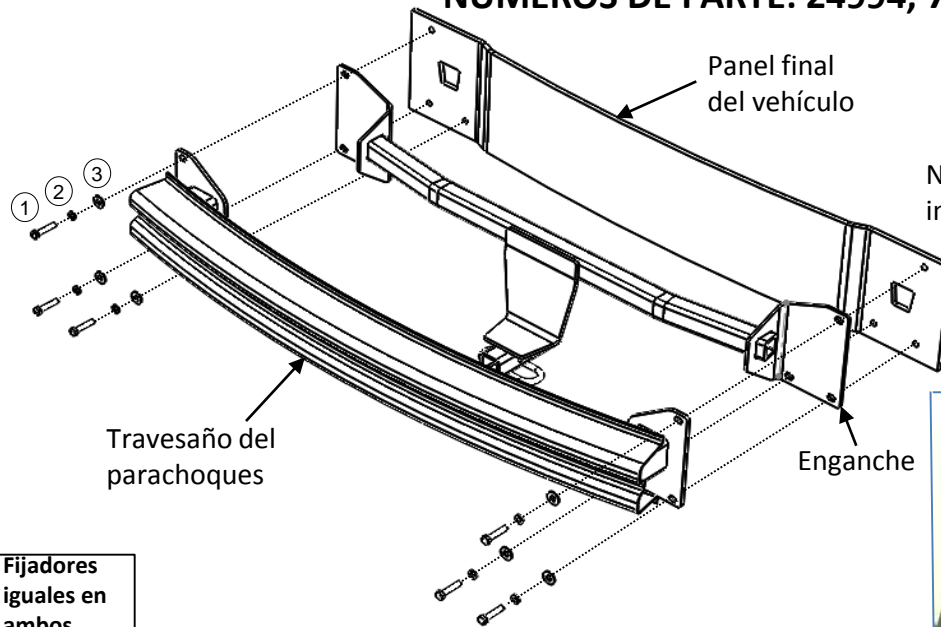

Figura 1
- 2. Retirar las luces traseras:** Con una broca Torx T25, retirar (2) tornillos detrás del panel, en ambos lados. Retirar las luces traseras tirando suavemente hacia atrás y soltando el arnés de cableado.
- 3. Aflojar el revestimiento del alojamiento de la rueda:** Con una broca Torx T25, quitar (1) tornillo vertical de la parte inferior del revestimiento del alojamiento de la rueda, (3) tornillos horizontales del lado del revestimiento del alojamiento de la rueda y (1) tornillo vertical en el borde superior detrás del revestimiento del alojamiento de la rueda, en ambos lados.
- 4. Aflojar la fascia inferior:** Con una broca Torx T15, retirar (3) remaches de la parte baja de la fascia inferior.
- 6. Quitar el travesaño del parachoques:** Con un cubo de 13 mm, quitar (6) pernos de fábrica M8 del travesaño del parachoques, (3) por lado, devolverlos al propietario del vehículo, ver la figura 1. Retirar el travesaño del parachoques y la cubierta de espuma en la parte superior del travesaño del parachoques. Devolver las cubiertas de espuma al propietario del vehículo.
- 8. Instalar el enganche:** Con un martillo, aplanar las lengüetas del gancho detrás de las placas de parachoques. Alinear el travesaño del parachoques con el enganche en el piso. Levantar el enganche y el travesaño del parachoques a su posición alineando los orificios en el panel final. Sin apretar, instalar (6) pernos M8 ①, (6) arandelas planas y de seguridad de 5/16" ② ③ al travesaño del parachoques y enganche, ver la Figura 1.
3. Aflojar el revestimiento del alojamiento de la rueda: Con una broca Torx T25, quitar (1) tornillo vertical de la parte inferior del revestimiento del alojamiento de la rueda, (3) tornillos horizontales del lado del revestimiento del alojamiento de la rueda y (1) tornillo vertical en el borde superior detrás del revestimiento del alojamiento de la rueda, en ambos lados.
4. Aflojar la fascia inferior: Con una broca Torx T15, retirar (3) remaches de la parte baja de la fascia inferior.
6. Quitar el travesaño del parachoques: Con un cubo de 13 mm, quitar (6) pernos de fábrica M8 del travesaño del parachoques, (3) por lado, devolverlos al propietario del vehículo, ver la figura 1. Retirar el travesaño del parachoques y la cubierta de espuma en la parte superior del travesaño del parachoques. Devolver las cubiertas de espuma al propietario del vehículo.
8. Instalar el enganche: Con un martillo, aplanar las lengüetas del gancho detrás de las placas de parachoques. Alinear el travesaño del parachoques con el enganche en el piso. Levantar el enganche y el travesaño del parachoques a su posición alineando los orificios en el panel final. Sin apretar, instalar (6) pernos M8 ①, (6) arandelas planas y de seguridad de 5/16" ②③ al travesaño del parachoques y enganche, ver la Figura 1.